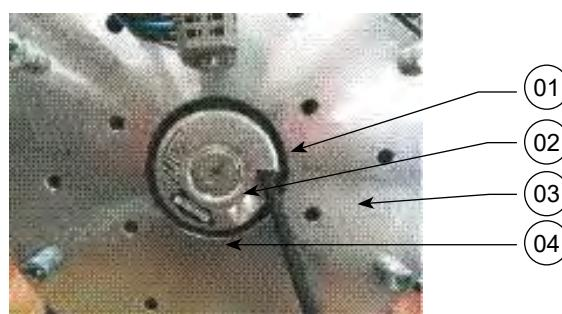
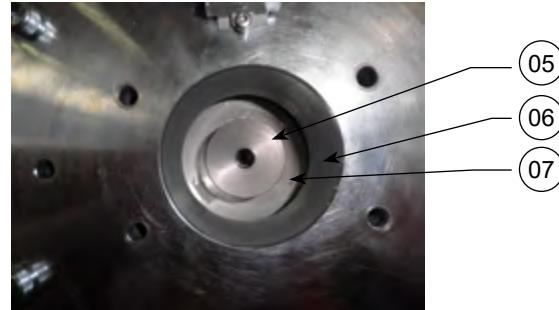

Fig. 7 : Fixation du codeur
Fig. 9 :
- Identifier le codeur grâce à la référence indiquée sur l'étiquette du codeur (Repère 4 fig. 7).
- Vérifier que le codeur livré est bien identique à celui du moteur (Repère 4 fig. 7).
Important : ne pas démonter le frein (repère 3 fig. 7) car il est centré en usine au 1/10^{ème} près par rapport au rotor à l'aide d'un outillage spécial. Logement du codeur, alésage Ø65 du frein (repère 6 fig. 9) par rapport à l'arbre moteur (Repère 7 fig. 9).
- Dévisser (2 tours clé SW2) la vis de fixation de l'accouplement statorique du boîtier du codeur (repère 1 fig. 7) dans le logement de codeur du frein.
- Dévisser le bouchon (repère 2 fig. 7) du codeur (clé SW4 ou tournevis).
- Introduire la rondelle entraîneur de codeur (Repère 5 fig. 9) sur le bout d'arbre moteur (Repère 7 fig. 9). S'assurer de la bonne mise en place en tapant légèrement avec un jet et un maillet.
- Introduire le codeur dans son logement sur le frein (Repère 6 fig. 9) puis serrer la vis centrale Chc M5 X 50 (clé dynamométrique SW4) au couple de serrage 5 Nm 0/+0.5 Nm. Vis avec frein filet à utiliser 3 fois maximum.
- Serrer la petite vis Chc M2.5 (Repère 1 fig. 7) (clé tournevis dynamométrique SW2) de la vis de serrage de l'accouplement statorique du boîtier de codeur au couple de 1.25 Nm 0/-0.2 Nm.
- Revisser le bouchon (Repère 2 fig. 7) du codeur (clé SW4 ou tournevis).